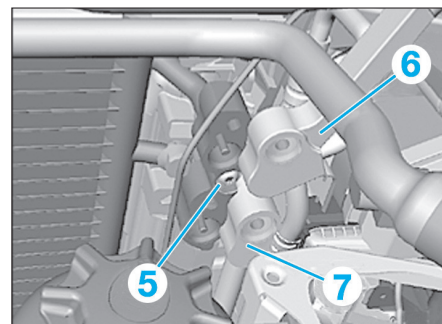

Fig. 7
- Extraire par l'arrière les conduites de frigorigène (2) et (3) du condensateur de climatisation (4).
- Déposer les vis (5) (Fig.7).